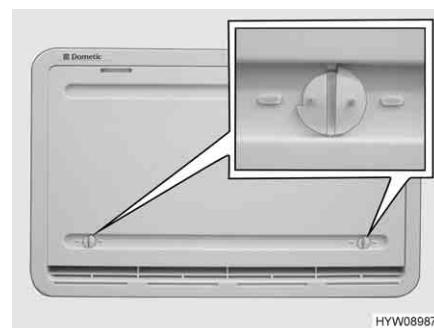

Fig. 182 Copertura invernale (griglia di aerazione del frigorifero)
Le coperture invernali (Fig. 182) proteggono il gruppo frigorifero dall'aria fredda. Posizionare le coperture invernali davanti a entrambe le griglie di aerazione del frigorifero quando la temperatura esterna scende al di sotto di +10 °C (sia per funzionamento elettrico che a gas).
- Aprire entrambi i bloccaggi (Fig. 182), la scanalatura risulterà orizzontale.
- Aprire entrambi i blocchi (Fig. 182), la scanalatura risulterà orizzontale.